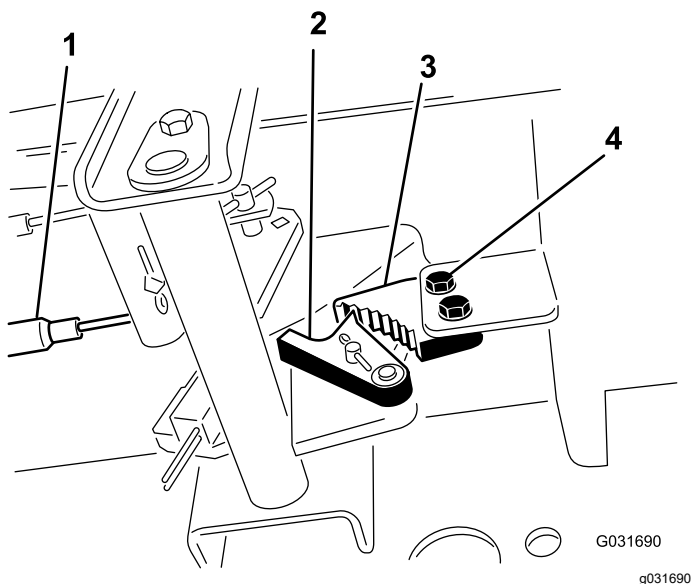

Bild 90
1. Lösen Sie die zwei Schrauben, mit denen die Sperre der Feststellbremse am Rahmen befestigt ist (Bild 90).
2. Drücken Sie das Pedal der Feststellbremse nach vorne, bis der Bremsauslöser ganz an der Bremssperre greift (Bild 90).